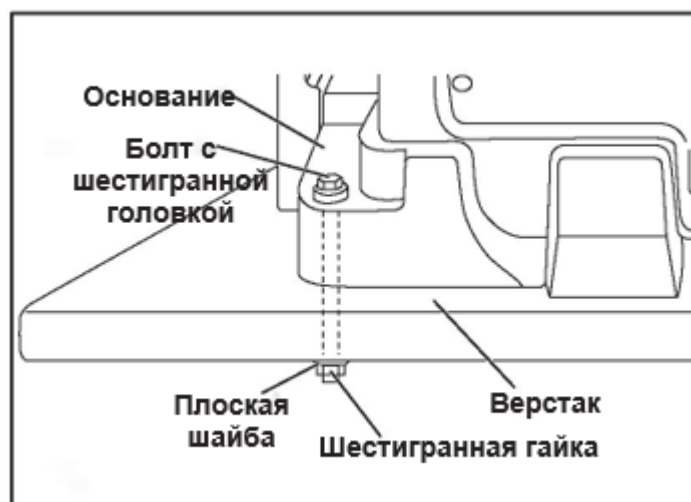

Рис. 8 Крепление станка
7.1.4. Установка пилы на другой поверхности (Рис. 7, Рис. 8)